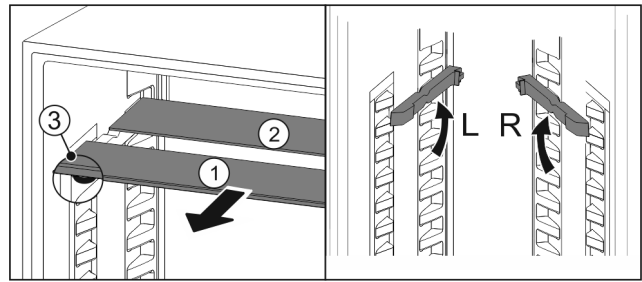

Fig. 67
- ▶ По одной извлеките Fig. 67 (1) стеклянные панели движением вперед.
- ▷ Стеклянная панель Fig. 67 (1) с декоративной планкой лежит спереди.
- ▷ Стопоры Fig. 67 (3) показывают вниз.